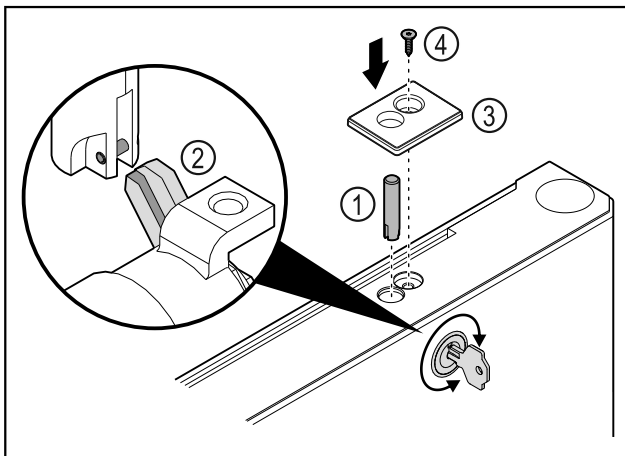

Fig. 46
- ▶ Sett inn låsebolten Fig. 46 (1).
- ▶ Drei låsen litt, slik at låsebolten Fig. 46 (2) smekker på plass i spalten i låsen.
- ▶ Sett på dekkelet Fig. 46 (3).
- ▶ Sett inn skruen Fig. 46 (4).